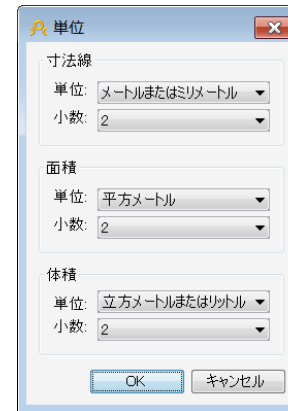

図 9 単位設定ダイアログ
- 9) 「単位」から SMC ユーザインタフェースで使用する単位を設定することができます。単位の変更はセッション中いつでも変更することができますが、再度アプリケーションを起動する必要がある場合もありますので、ご注意ください。(図 9 を参照)